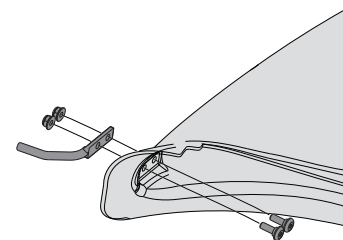

Figure 16
1. Passez deux boulons (738-1225) du kit de quincaillerie (689-02199) dans les trous situés à la base de l'avant de la goulotte. Voir Figure 16.
2. Placez la tige de montage (747-06309) sur les deux boulons, avec l'extrémité de la tige dans la direction opposée du coude. Voir Figure 16.
3. Placez les écrous autobloquants (712-04064) sur les boulons et serrez-les. Voir Figure 16.